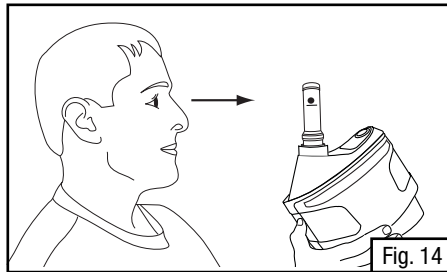

Fig. 14
- Con el indicador de flujo de aire en posición vertical, asegúrese que el fondo de la pelota flotante permanezca en, o arriba, de la marca de flujo mínimo (Fig. 14). El indicador de flujo de aire debe estar en posición vertical para obtener una lectura exacta.